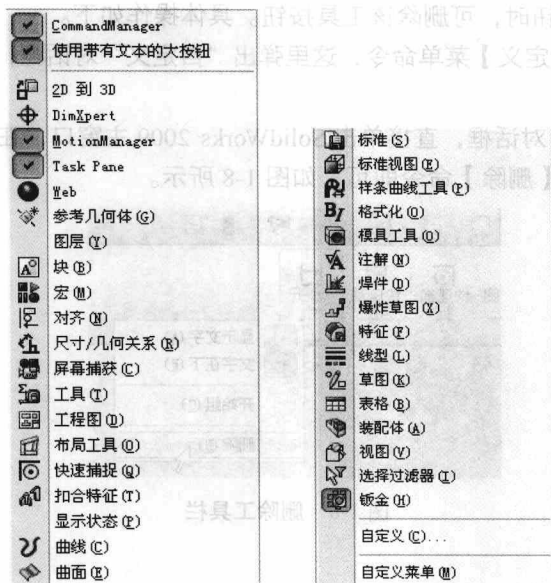

图 1-6 工具栏
(1) 在工具栏位置单击鼠标右键，这时弹出菜单，如图 1-6 所示。
(2) 左边带钩的即为当前窗口已有显示的工具, 空白的即没有显示, 只要将鼠标移到相应工具栏菜单位置, 单击鼠标左键即可显示。